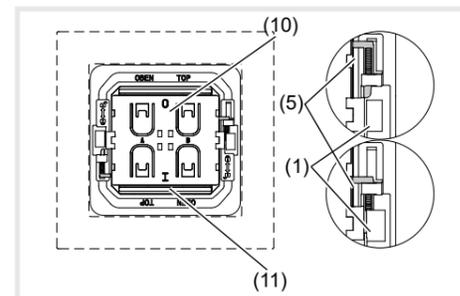

Bild 4: Entriegeltes und verriegeltes Funk-Modul
- Die überstehende Trägerfolie (8) abziehen.
- Klebefolie (7) ausrichten und auf die Montagefläche aufkleben. Dabei die Klebefolie – bei Bedarf mit geeignetem Hilfsmittel – fest andrücken.
- Die Schutzfolie (9) entfernen.
- Tragplatte (6) ausrichten und auf die Klebefolie für mindestens 10 Sekunden fest andrücken. Dabei ist die Kennzeichnung „TOP/OBEN“ nach oben auszurichten. Rahmen und Funk-Modul müssen nicht verklebt werden.
- Den Rahmen (2) auf die Tragplatte (6) setzen.
- EnOcean Funk-Modul (3) über die Verriegelungszapfen auf die Tragplatte setzen. Dabei die Kennzeichnungen in der Mitte des Moduls beachten - **0** muss oben (10) und **I** unten (11) liegen.
- Die gelben Verriegelungsstifte (5) links und rechts am Funk-Modul nach oben/unten bis zum Anschlag unter die Verriegelungszapfen (1) schieben (Bild 4). Das Funk-Modul ist auf der Tragplatte arretiert.
- Wippe (4) lagerichtig auf das Funk-Modul auflegen und andrücken bis sie einrastet.